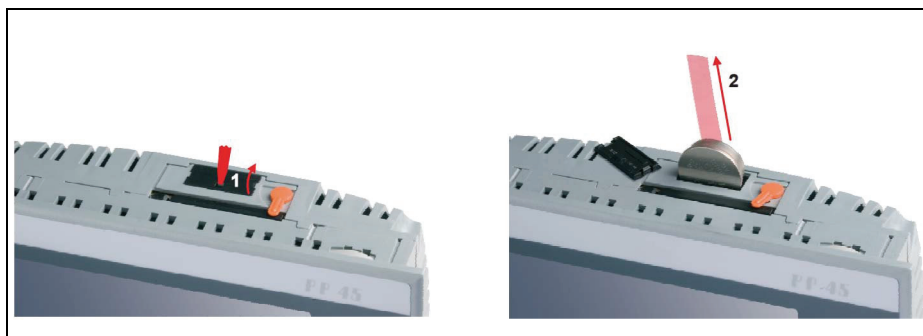

Figura 31 Sostituzione della batteria
Togliere la copertura della batteria sul lato superiore del pannello PC per mezzo di un cacciavite di dimensioni adatte (**Figura 31**, posizione 1).
6. Staccare con cautela dal supporto la batteria scarica (di tipo CR2477N) per mezzo del nastro apposito (**Figura 31**, posizione 2).